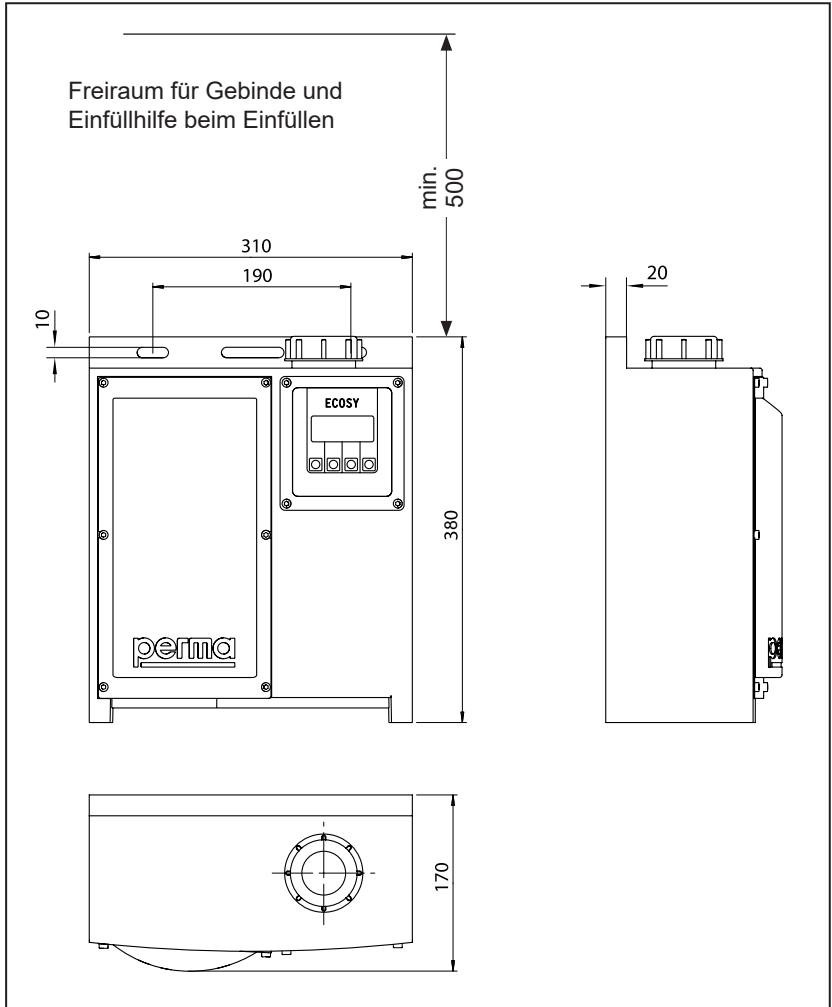

Abb. 3-3: Außenmaße in mm
- Freiraum für Gebinde und Füllhilfe (Abb. 3-3) beachten.
- Die Bohrungen horizontal mit 190 mm ± 5 mm gemäß Abb. 3-3 setzen und Anlage mit Schrauben befestigen.